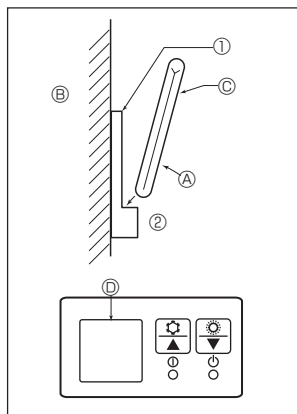

Fig. 6-7
2) Método de instalação (Fig. 6-7)
① Fixe o suporte do controlo remoto no local desejado com 2 parafusos de derivação.
② Coloque a extremidade inferior do controlo remoto no suporte.